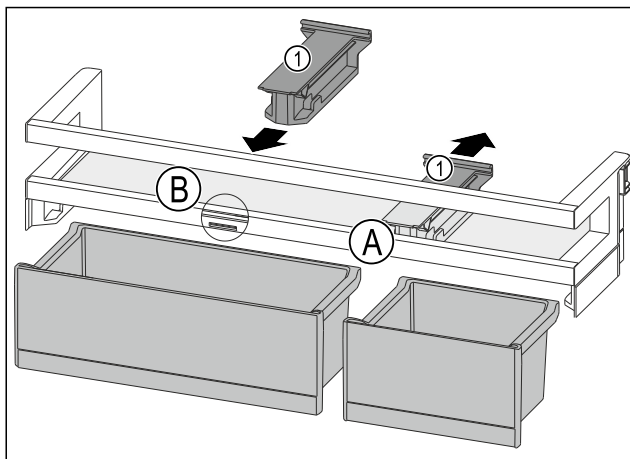

Fig. 118
- Tirare l'elemento di tenuta Fig. 118 (1) all'indietro per portarlo in posizione Fig. 118 (A).
- Inserire l'elemento di tenuta Fig. 118 (1) in posizione Fig. 118 (B).